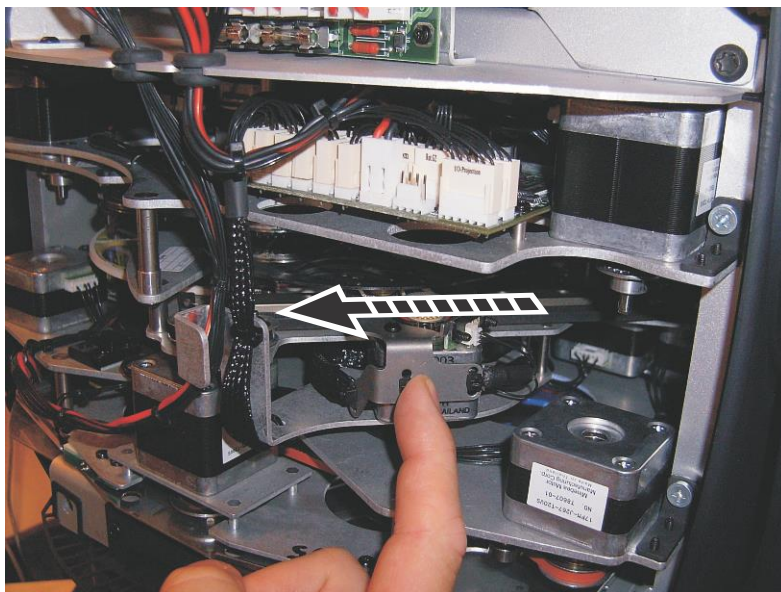

Рисунок 24. Доступ к колесу анимации
3. См. рисунок 24. Переместите колесо анимации до вверху головки, потянув его салазки пальцем.